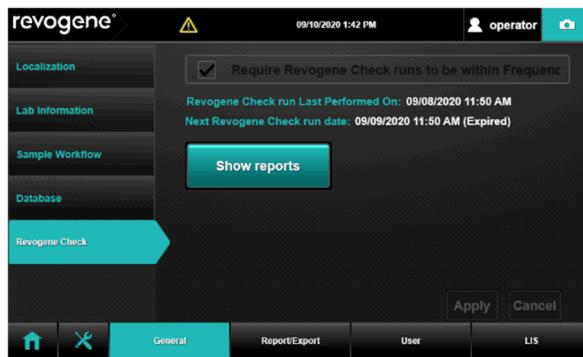

Abbildung 3. Einstellungen für Revogene Check
5. Wenn Sie <Show Revogene Check Menu> (Revogene Check-Menü anzeigen) ausgewählt haben, tippen Sie auf die Schaltfläche <Show reports> (Berichte anzeigen) (**Abbildung 3**), um die PDF-Berichtsdatei aufzurufen.